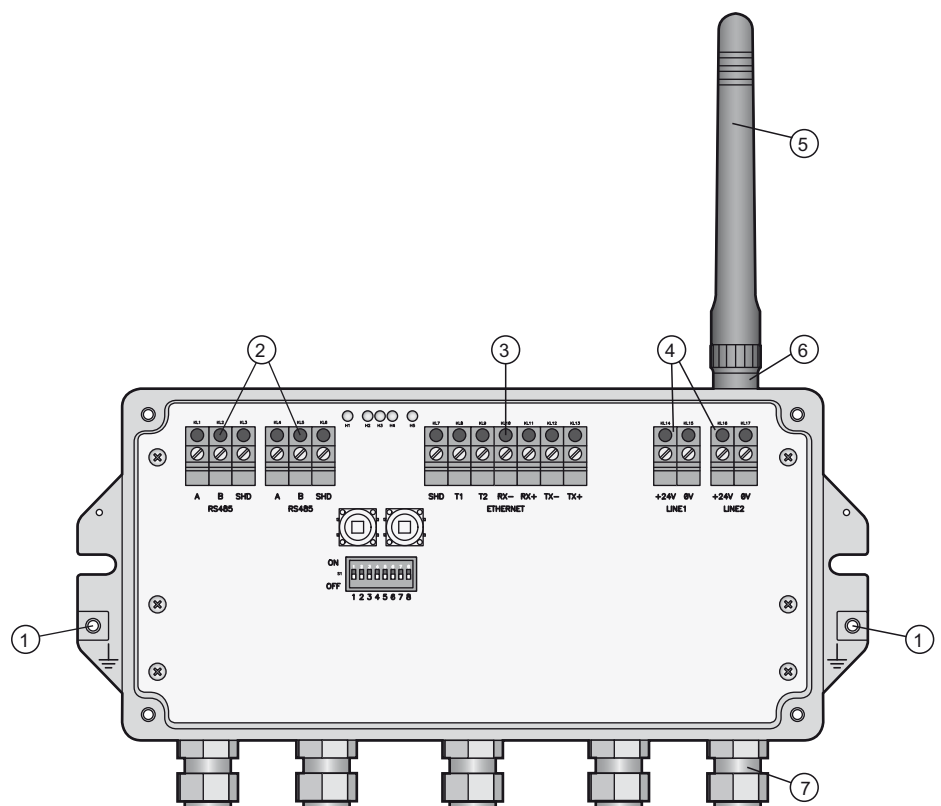

Abb. 5-1: Anschlüsse und Schnittstellen
2. Schrauben Sie die mitgelieferte Antenne an der Antennenbuchse des Gerätes fest. Siehe Abbildung 5-1 auf Seite 23, Punkt 6.
5. Schließen Sie das 24-V-DC-Netzkabel an den ersten mit "Line 1" beschrifteten Spannungsversorgungsanschluss an. Beachten Sie dabei die Polarität. Siehe Abbildung 5-1 auf Seite 23.